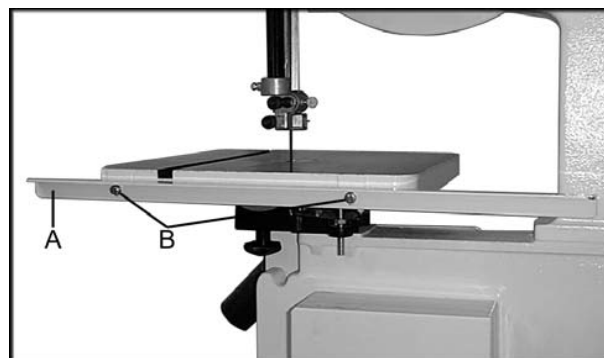

Fig. 1
2. Прикрепите задний направляющий уголок (А, Рис. 1) к столу станка, используя два болта М6Х20, две контршайбы 1/4" и две плоские шайбы 1/4" (В, Рис.1). Не затягивайте болты.